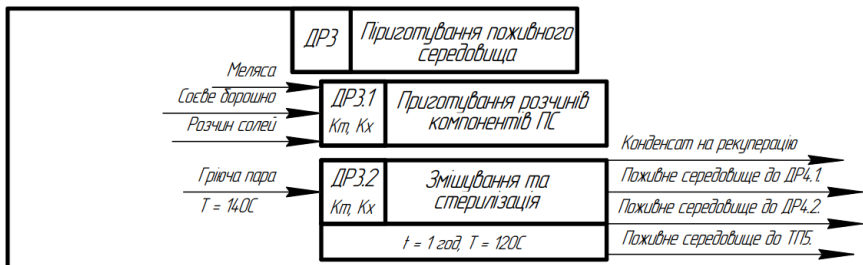

Рис. 1. Графічне подання стадії технологічного процесу на схемі.
- Технологічна схема повинна наочно у вигляді блок-схеми з назвою операції або стадії з переліком технологічних параметрів в них (рис. 1), відобразити послідовність виконання робіт виробництва з поділом їх на стадії та підстадії технологічного процесу, графічним позначенням основних матеріальних потоків (сировини, допоміжних матеріалів, отримання проміжних продуктів) та місць утворення відходів, стічних вод, викидів газів у атмосферу.